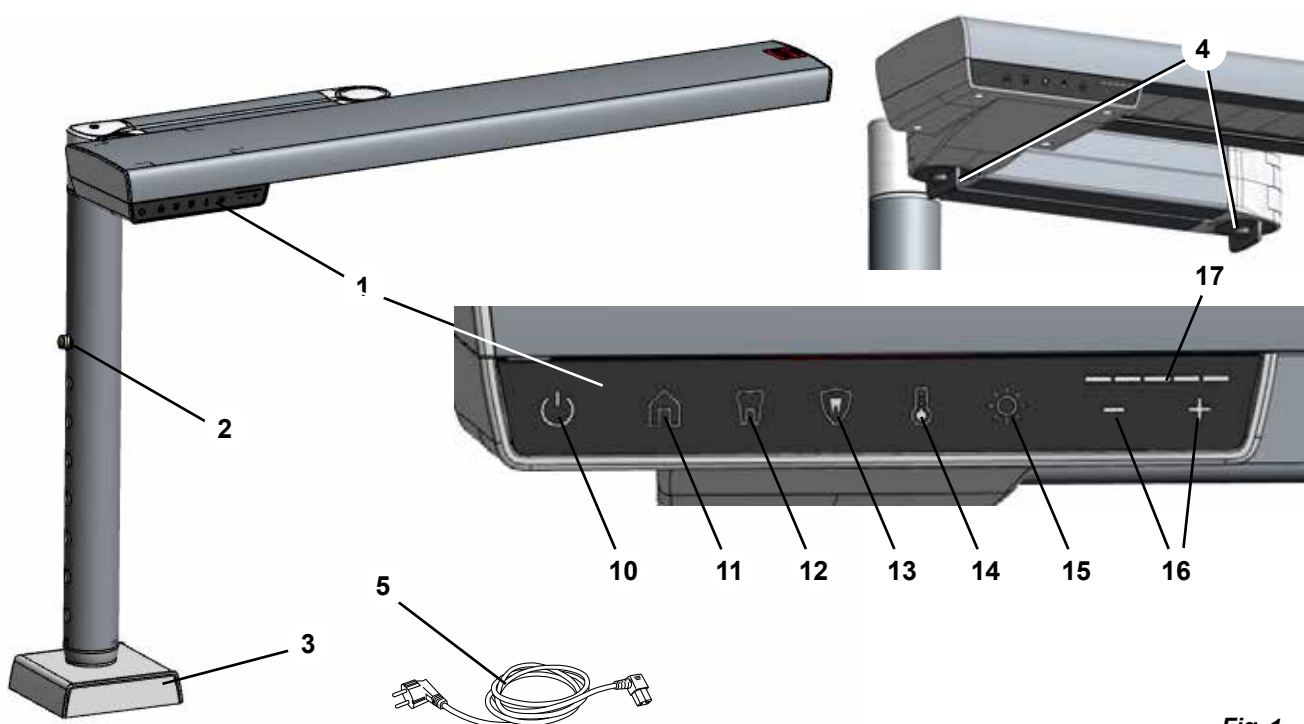

Fig. 1
- ⇒ Presione el bloqueo de ajuste de altura (2, Fig. 1) y extraiga el tubo interior en el zócalo hasta la posición máxima.
Para determinar la ubicación de montaje adecuada, afloje el bloqueo de la articulación (4, Fig. 1) y compruebe que puede mover la lámpara del lugar de trabajo a la posición óptima descrita anteriormente (capítulo 4.2.1).
- ♦ Se ilumina la tecla Luminosidad (15, Fig. 1).
- ♦ El valor de luminosidad actual se muestra en el indicador Intensidad (17, Fig. 1).